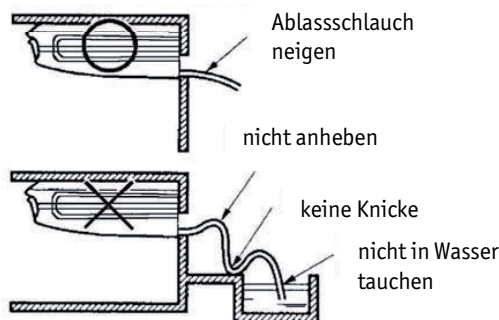

Abb. 1
- Das Ablaufrohr ist kurz zu halten und schräg nach unten mit einem Gefälle von 1/100, um Lufteingüsse zu verhindern. (siehe Abb. 1)